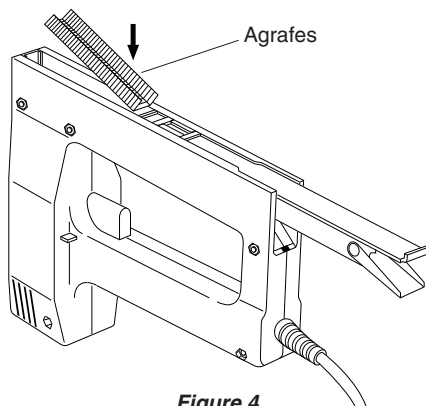

Figure 4
- Placer les agrafes dans la glissière (voir Figure 4).